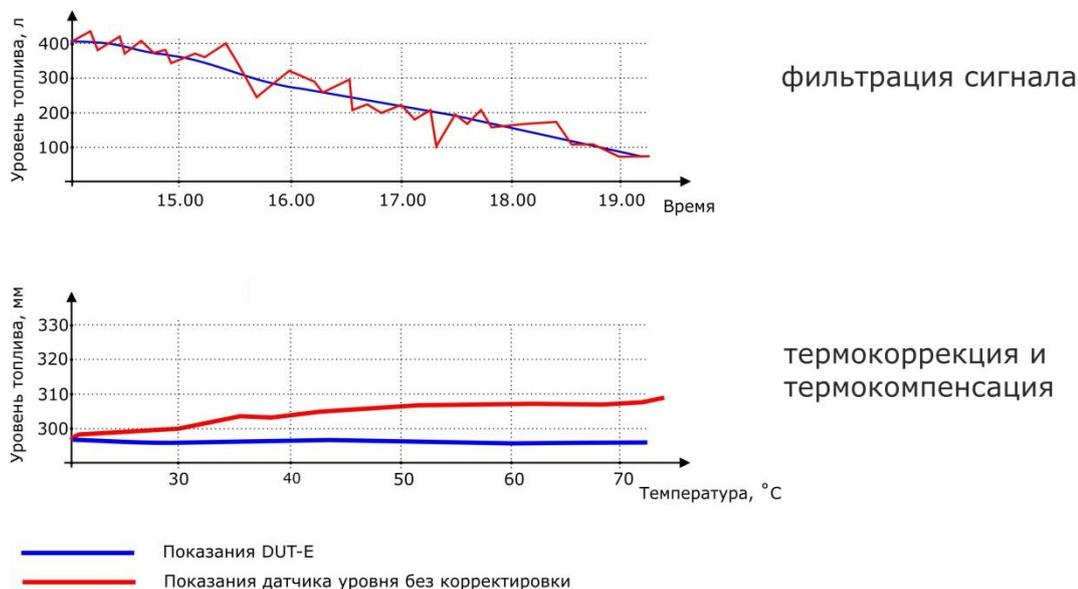

Рисунок 8 — Работа функции автоматической корректировки выходного сигнала DUT-E
- функция автоматической корректировки выходного сигнала (фильтрация по времени, термокоррекция и термокомпенсация) повышают точность измерений (см. рисунок 8).